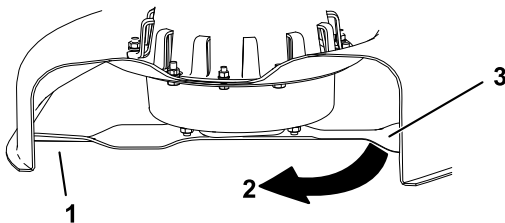

Figura 31
3. Distancia medida entre la cuchilla y la superficie (A)
4. Gire la misma cuchilla 180 grados de manera que el otro extremo esté en la misma posición (Figura 31).